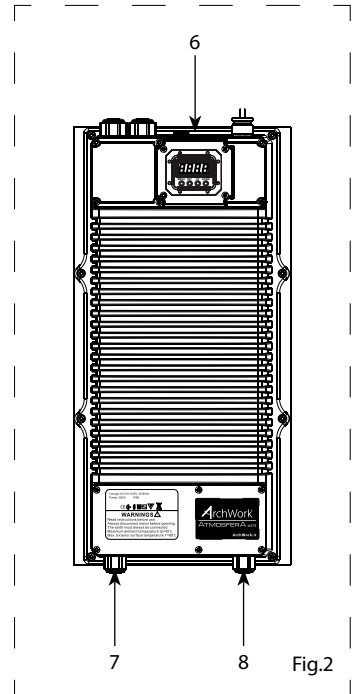

Fig.2
5. BOX adattatore di alimentazione (fig.2);